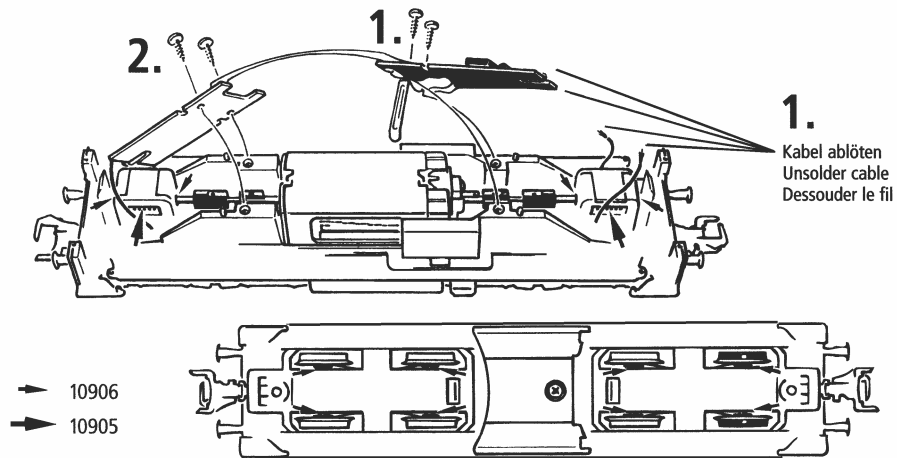
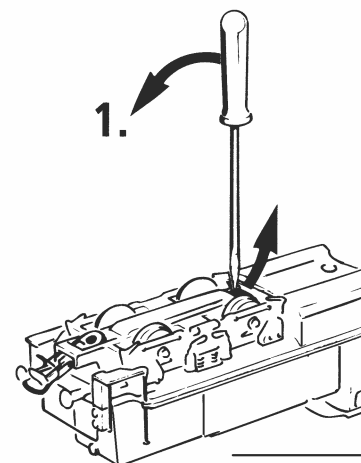

Fig. 8
Fig. 4
1. Reinigung der Radstromkontakte: Radstromkontakte können auf unsauberen Schienen leicht verschmutzen. Bitte **entfernen Sie vorsichtig** mit einem kleinen Pinsel **den Schmutz** an den in Fig. 8 gekennzeichneten Stellen. Dazu zuerst die Drehgestellblenden abnehmen (Fig. 4).
5. Haftreifenwechsel: Zuerst die Drehgestellblenden abnehmen (Fig. 4). Danach den **Radsatz** herausnehmen und den **Haftreifen** mit einer Nadel oder einem feinen Schraubendreher abziehen (Fig. 8). Beim Aufziehen des neuen Haftreifens bitte darauf achten, dass dieser sich **nicht verdreht**.
Les lames de contact risquent de s'encrasser rapidement sur des voies poussiéreuses. Démontez d'abord le couvercle du carter des engrenages (fig. 4). Veuillez **enlever la poussière** aux endroits marqués à la fig. 8 à l'aide d'un petit pinceau souple.
5. Échange des bandages d'adhérence: Démontez d'abord le **couvercle du carter** des engrenages (fig. 4). Délogez ensuite les essieux bandagés et enlevez, à l'aide d'une aiguille ou d'un tourne-vis fin les bandages d'adhérence (fig. 8). Lors du montage des nouveaux bandages veuillez veiller à ce que les bandages **ne soient pas tordus**.
1. Cleaning of wheel contacts: Wheel contacts easily get dirty on tracks which are not entirely clean. Use a small brush to **remove dirt** from spots marked in fig. 8. Prior to cleaning the remove gear cover (fig. 4).
5. Change of traction tyre: Remove **gear cover** (fig. 4). Take out **wheel set** and remove **traction tyre** using a pin or a fine screwdriver (fig. 8). When pressing on the new traction tyre please **avoid twisting it**.